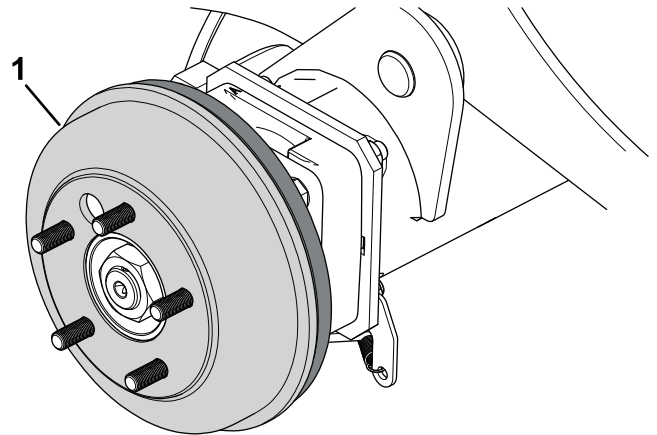

Figura 73
4. Retire los tambores de freno (Figura 73) a mano.